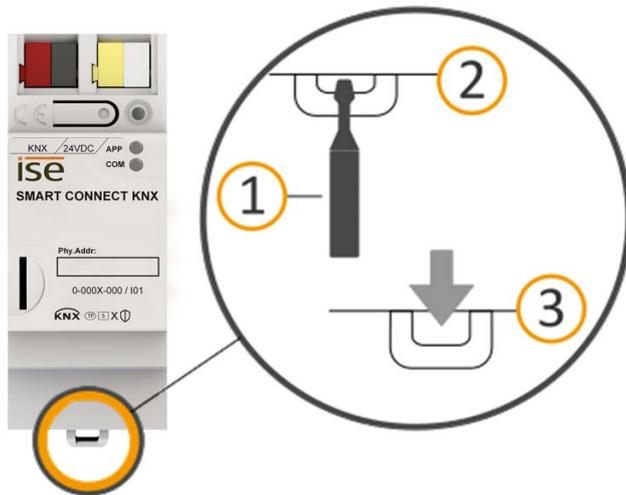

Abbildung 33: Gerät von Hutschiene lösen
1. Führen Sie einen Schraubendreher (siehe Abbildung 33, Pos. 1) in den Lösehebel (siehe Abbildung 33, Pos. 2) und schieben Sie den Lösehebel nach unten (siehe Abbildung 33, Pos. 3).